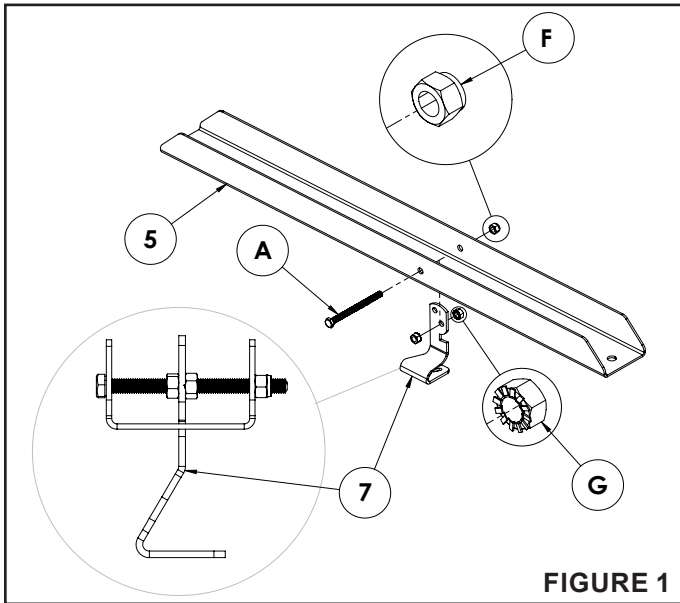

FIGURE 1
ÉTAPE 1 : (VOIR FIGURE 1)
- Assemblez le timon pivotant (5) en insérant le loquet de pédale (7) dans la fente, comme illustré ci-dessous.
- Installez le boulon hexagonal 5/16 po (A) dans le premier trou du timon pivotant (5).
- Vissez un écrou Sims 5/16 po (G) sur le boulon hexagonal 5/16 po (A) jusqu'à ce qu'il soit à environ 1 po de la tête du boulon. (La rondelle de l'écrou (G) doit être orientée à l'opposé de la tête du boulon.)
- Guidez le boulon hexagonal (A) à travers le trou central du loquet de pédale (7), comme illustré ci-dessous.
- Vissez un écrou Sims 5/16 po (G) sur le boulon hexagonal 5/16 po (A) jusqu'à ce qu'il soit à environ 2 po de l'extrémité filetée du boulon. (La rondelle de l'écrou (G) doit être orientée vers la tête du boulon.)
- Guidez le boulon hexagonal (A) à travers l'autre trou du timon pivotant (5).
- Fixez le boulon hexagonal 5/16 po (A) à l'aide d'un écrou autobloquant 5/16 po (F).
- Serrez les deux écrous Sims 5/16 po (G) contre le loquet de pédale (7). Assurez-vous que le loquet de pédale (7) peut bouger librement.
- Serrez l'écrou autobloquant 5/16 po (F).